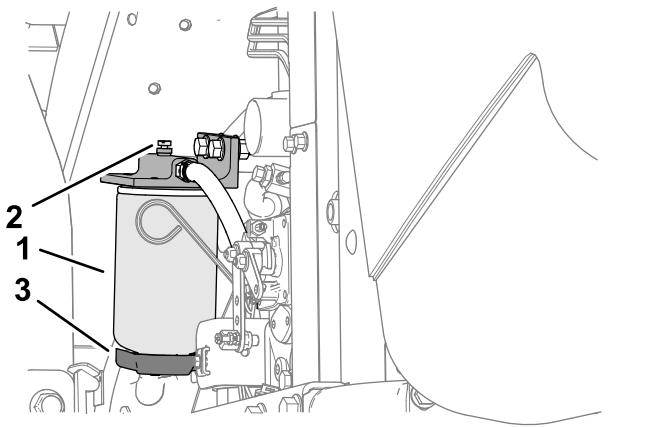

Figura 68
4. Allentate la valvola di spurgo situata nella parte inferiore della scatola del filtro (Figura 68).
3. Pulite la superficie circostante la scatola del filtro (Figura 68).